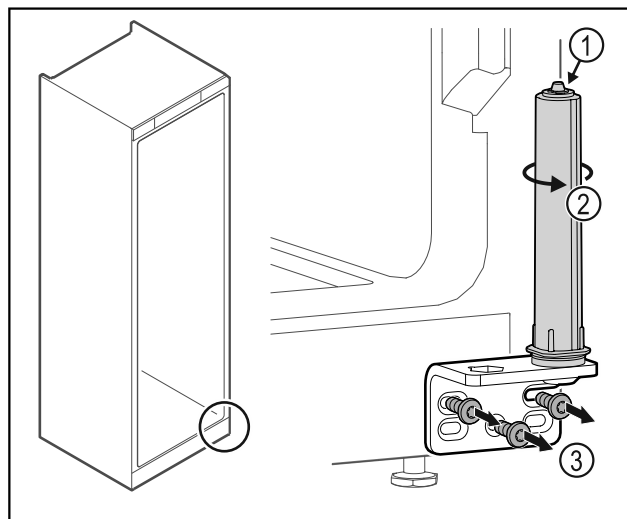

Fig. 45
- ▶ Du må ikke adskille dørlukkesystemet Fig. 45 (1).
- ▶ Drej lukkesystemet Fig. 45 (2), indtil det klikker.
- ▶ Skru hængselvinklen Fig. 45 (3) af.